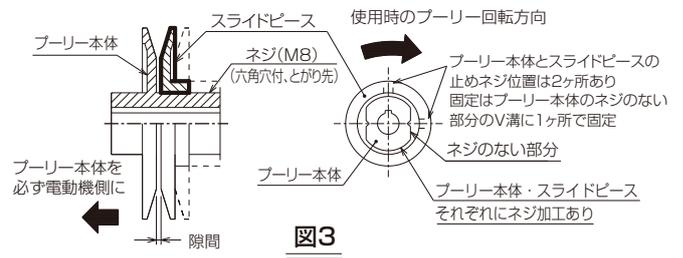

図3
- 注2. プーリー本体が必ず電動機側になるように使用してください。] 図3参照